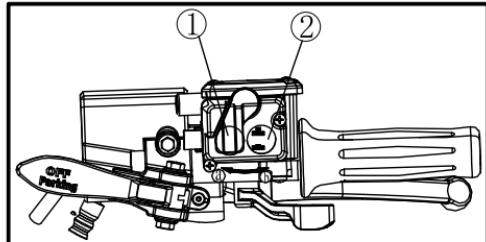

Рис.1 Флажок ① в положении①
Переключатель "2WD" (2 ведущих колеса) / "4WD" (4 ведущих колеса) Рис.1 поз.②